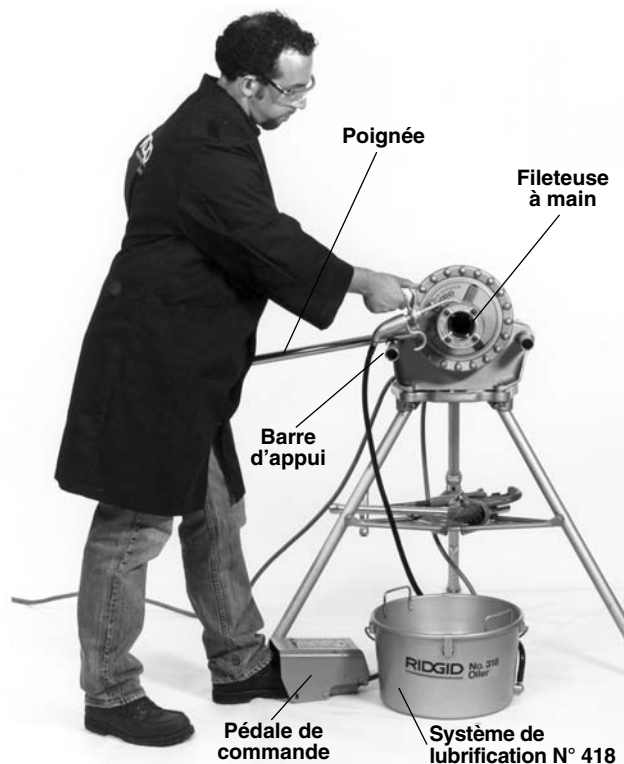

Figure 8 – Filetage à l'aide d'une fileteuse à main
8. Positionnez la pédale de commande de manière à pour contrôler l'appareil, ses outils et le tuyau en toute sécurité. Comme indiqué à la (*Figure 8*), la pédale doit permettre à son utilisateur de:
3. Tenez-vous en position de travail appropriée (*Figure 8*). Cela vous permettra de maintenir votre équilibre et de contrôler l'appareil et les outils en toute sécurité.
9. Retirez votre main droite de la tête de filière et lubrifiez copieusement le tuyau d'huile pendant l'opération de filetage (*Figure 8*).